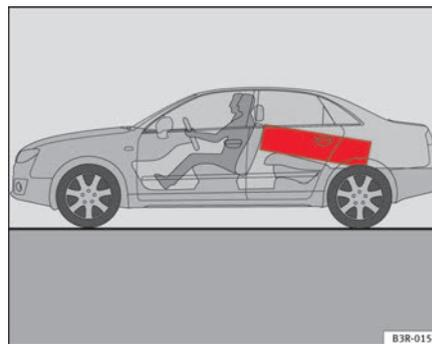

Fig. 114 Os objectos pesados devem ser transportados o mais à frente possível. ▶
- Os objectos pesados devem ser transportados o mais à frente possível ⇒ página 144, fig. 114.